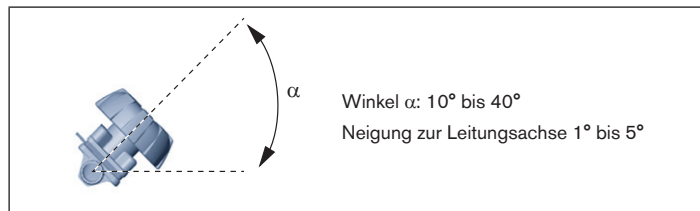

Bild 5: Einbaulage zur Selbstentleerung des Gehäuses
- Gehäuse um den Winkel $\alpha = 10^\circ$ bis 40° geneigt zur Horizontalen einbauen (siehe Bild 5).